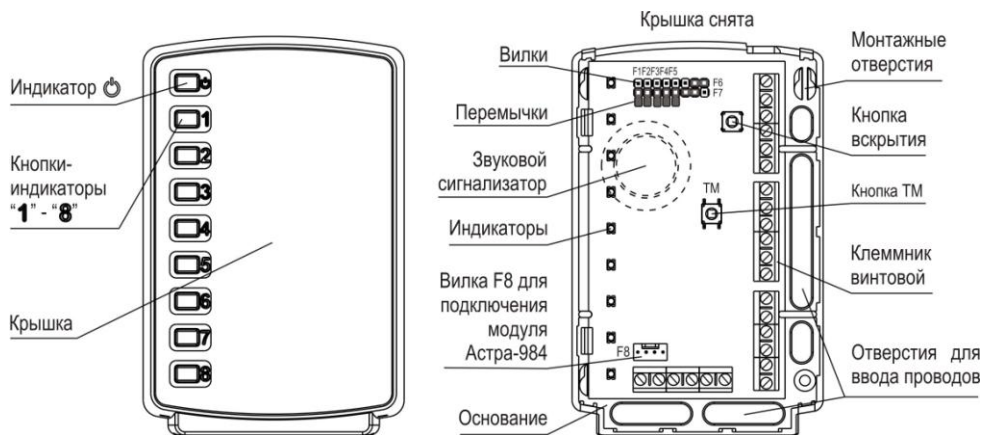

Рисунок 1
5.1 Конструктивно прибор выполнен в виде блока, состоящего из основания и съемной крышки. Внутри блока установлена печатная плата с радиоэлементами (рисунок 1).